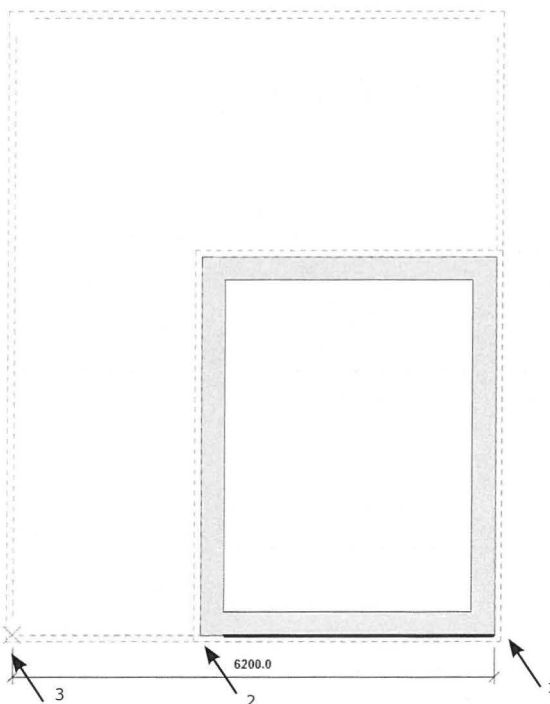

Fig. 06.40. *Graphical Scale*.
- Det gøres ved at klikke på objektets ene punkt nr. 1 (Fig. 06.40), klikkes der på det andet punkt nr. 2 (Fig. 06.40) og derefter afsættes en ny afstand, enten ved at klikke en 3. gang nr. 3 (Fig. 06.40), eller ved at føre musen imod venstre og skrive en afstand på tastaturet.